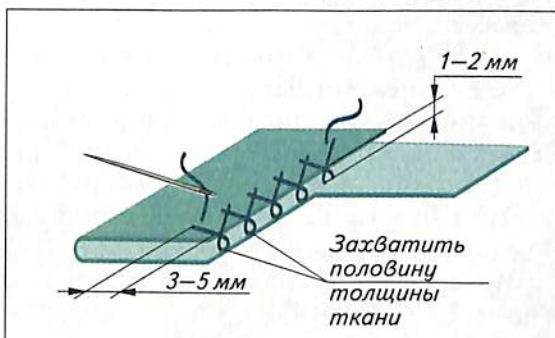

Рис. 51. Подшивание крестообразными стежками
*Крестообразными стежками* подшивают подогнутый край изделия из толстой неосыпающейся ткани. При этом край не надо предварительно обмётывать, так как крестообразными стежками можно одновременно и подшивать, и обмётывать. Строчку прокладывают слева направо. Иглу вводят в ткань основной детали на расстоянии 1-2 мм от подогнутого края, захватывая половину её толщины. Проколы иглой выполняют справа налево, чередуя их по основной ткани и по подогнутому краю. При этом подгибку прокалывают насквозь на расстоянии 3-5 мм от края (рис. 51).
Иглу вводят в ткань основной детали на расстоянии 1-2 мм от подогнутого края, захватывая половину её толщины. Проколы иглой выполняют справа налево, чередуя их по основной ткани и по подогнутому краю. При этом подгибку прокалывают насквозь на расстоянии 3-5 мм от края (рис. 51).